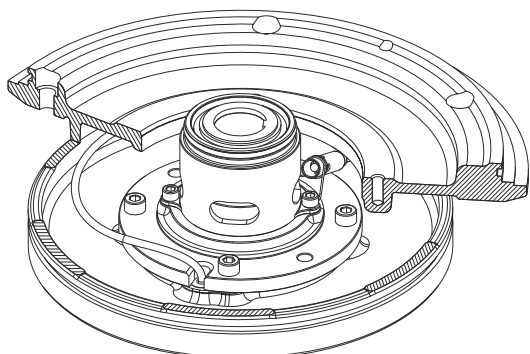

Рис. 17 Положение крышки подшипникового узла
9. Установите крышку подшипникового узла (поз. 59) таким образом, чтобы канавка располагалась над кабельным вводом масляной камеры (поз. 155). См. рис. 17.